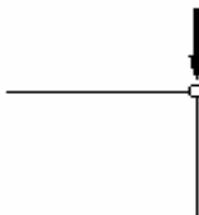

Рис.3
3. Если к узлу, в котором сходятся два стержня, приложена сила, направление действия которой совпадает с одним из них, то второй стержень - нулевой (рис. 3). В этом легко убедиться, составив уравнение проекций сил на ось, перпендикулярную линии действия внешней силы.